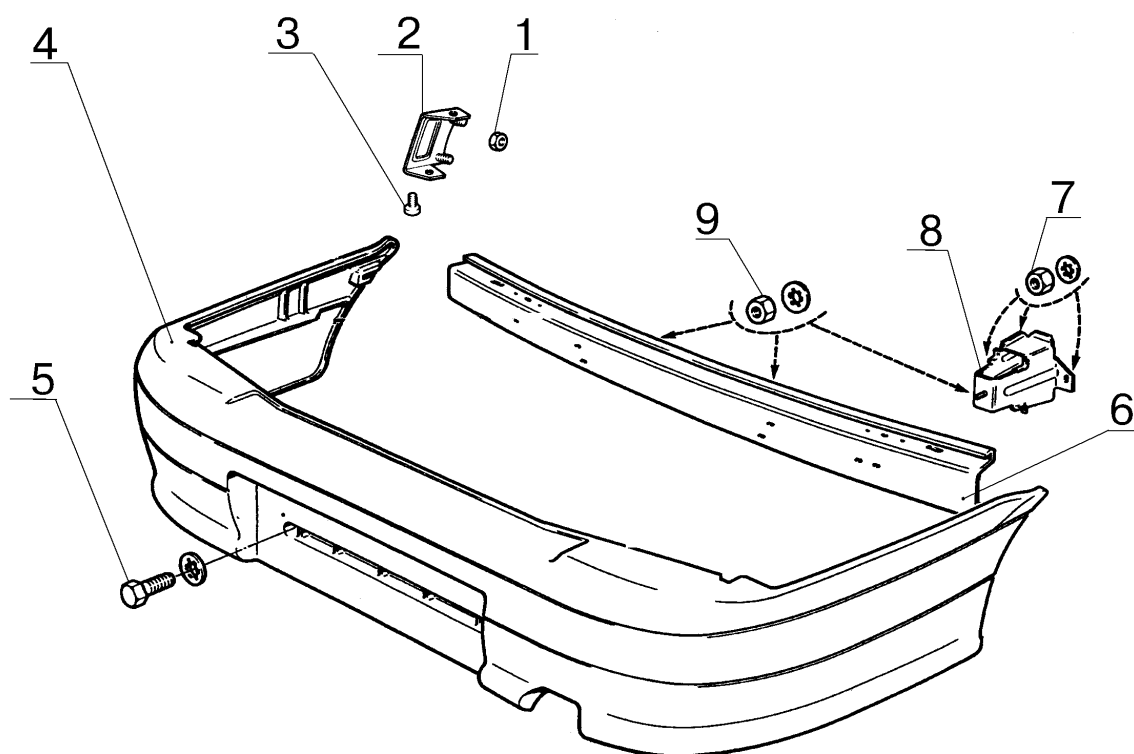

Рис. 5. Бампер 2114-2804015 задний
5.1 Отвернуть четыре гайки 1, рис. 5, бокового крепления бампера 4 к кузову (ключ гаечный 10).